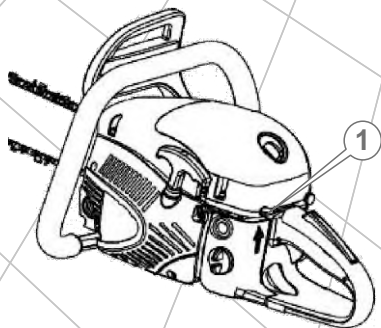

Рис. 16
4. Установите выключатель зажигания (1) в верхнее положение (см. рис. 16).